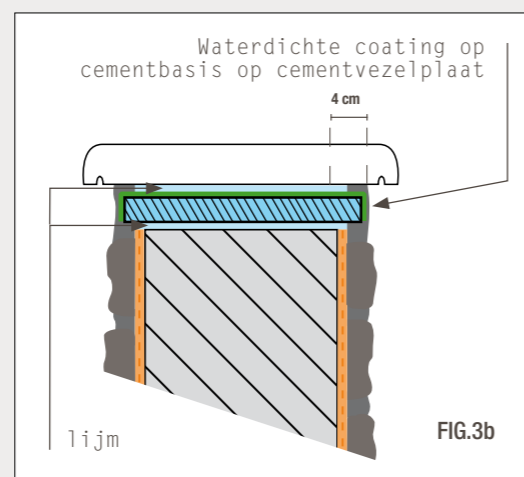

FIG.3b
- Voordat de materialen verwerkt worden, moet de bovenzijde van de balustrade eerst met een afdekker - die vastgezet is met een waterdichte coating op cementbasis - bedekt worden. Deze afdekker moet tenminste 4cm overstek hebben t.o.v. de murogeopietra® (Fig.3b).